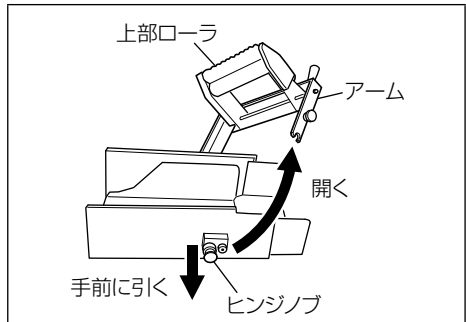

図 15
(3) 肉箱に大きな肉を入れる場合は、図 15 のように上部ローラを開くと便利です。